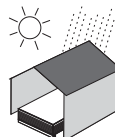

fig 4.
- Sla de platen op in een droge, schone en vorstvrije ruimte. (fig 4.)